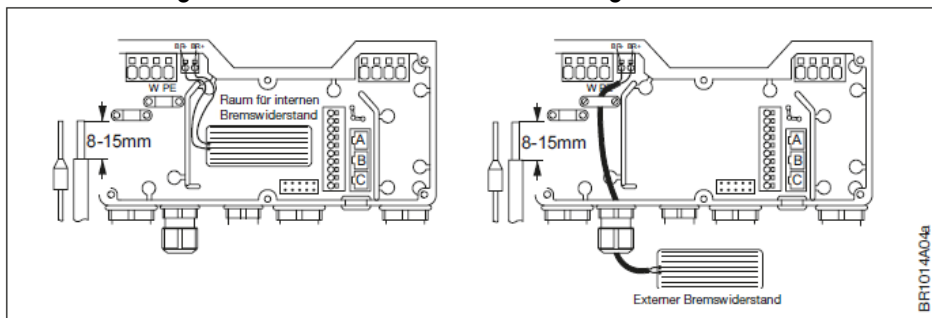

Abbildung 3-15
- Bei der Montage des Bremswiderstands ist Zugentlastung (Verschraubung) anzuwenden, um mechanische Überlastung und Kabelbruch zu vermeiden. Siehe Abb. 3-15.